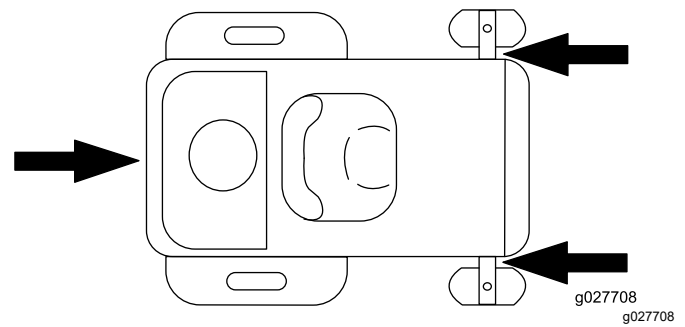

Figura 35
6. Ancorate la macchina in prossimità delle ruote orientabili anteriori e del telaio posteriore con cinghie, catene, cavi o corde (Figura 35). Fate riferimento alle normative locali per i requisiti di ancoraggio.